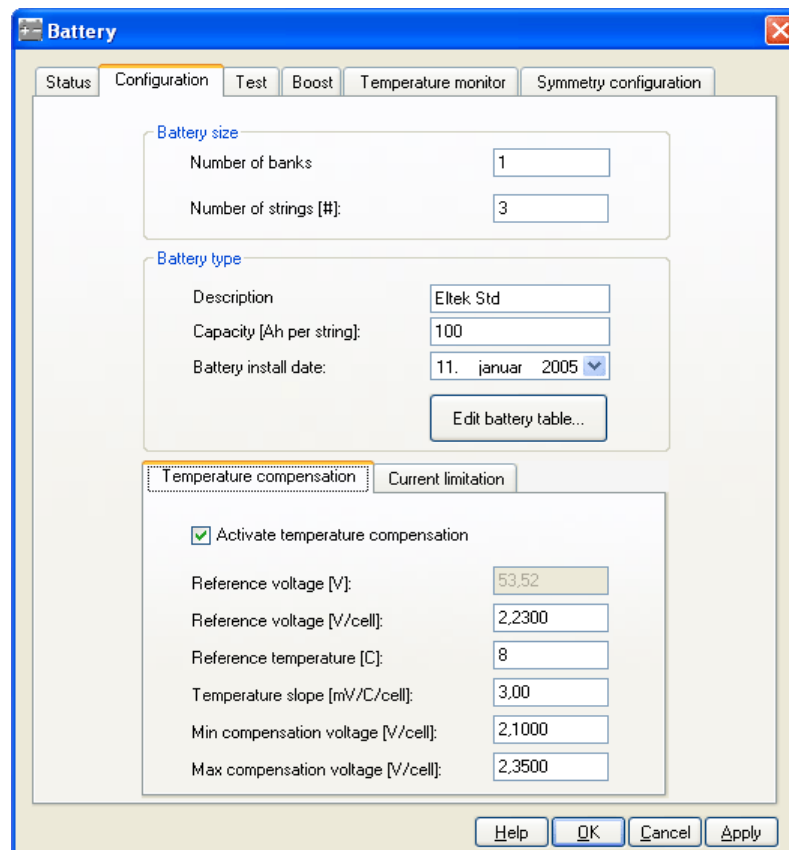

Рис. 5.6 Закладка с параметрами аккумуляторных батарей.
- В текстовом поле “**Number of Banks**” (см. рис. 5.6) введите количество банков батарей, подключенных к системе, например, 1
Щелкните на вкладку –**Current Limitation** tab (A), расположенную в центре окна (см. рис. 5.6).